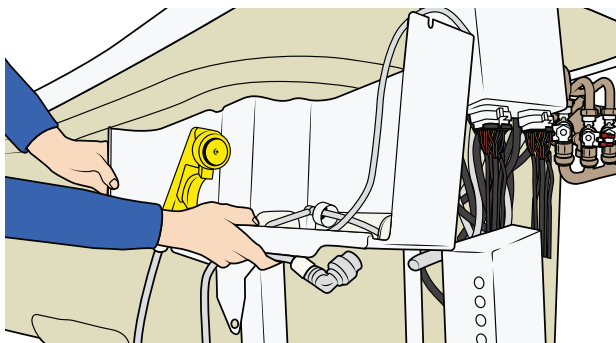

Figure 35
17. Soulevez le compartiment de désinfection et le tuyau de désinfection. Voir Figure 35.